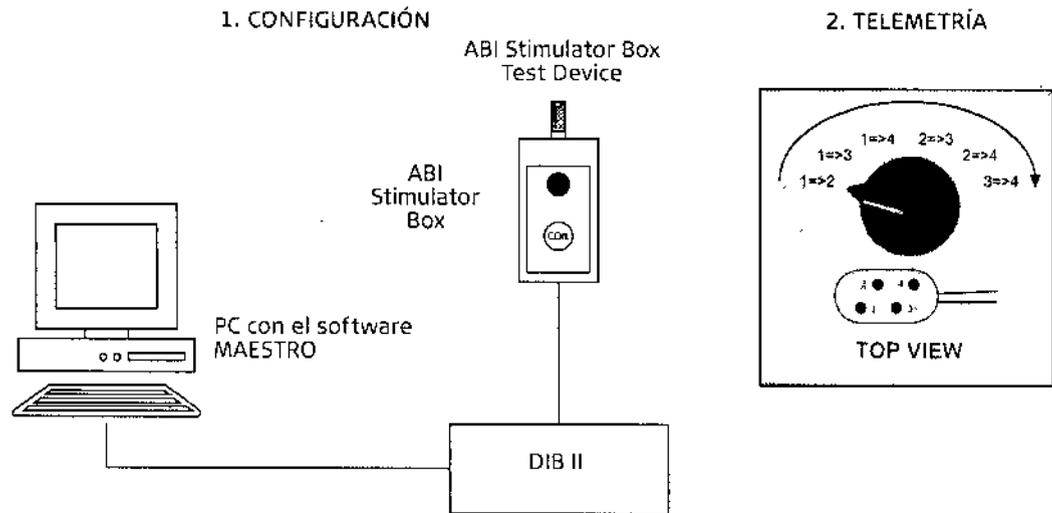

Ilustración 3: Comprobación previa al uso de la Caja de estimulador ABI
- Antes de iniciar las mediciones EABR se debe realizar una comprobación previa al uso de la Caja de estimulador ABI. El Dispositivo de prueba de la Caja de estimulador ABI se conecta a la Caja de estimulador ABI. La impedancia medida (Z) debe disminuir en más de 0,4 k Ω por cada intervalo de giro del interruptor de la Caja de estimulador de 1-2 a 3-4, tal y como se muestra en la ilustración 3. Todos los valores medidos deben estar entre 1,5 y 9 k Ω . Para esta comprobación solo debe utilizarse el valor de impedancia medido en el canal 1. El resto de valores mostrarán "HI" como valores medidos. Si los valores medidos no cumplen los criterios anteriormente mencionados, devuelva la Caja de estimulador ABI MED-EL para su mantenimiento.